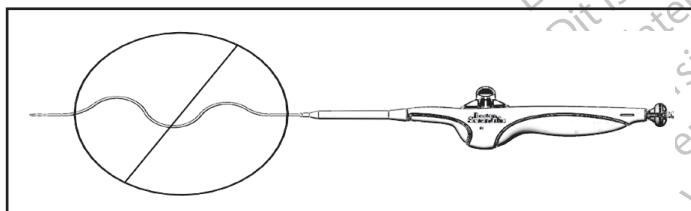

Figura 5. Eliminação da folga
10.9 Procedimento de desdobramento do stent (consulte a Figura 5)
Nota: Se a folga e/ou curvatura (consulte a Figura 5) do cateter do sistema introdutor entre a bainha introdutora ou a bainha-guia e a pega do sistema introdutor não forem eliminadas durante o desdobramento, tal poderá afetar negativamente a precisão do desdobramento, especialmente em casos ipsilaterais.